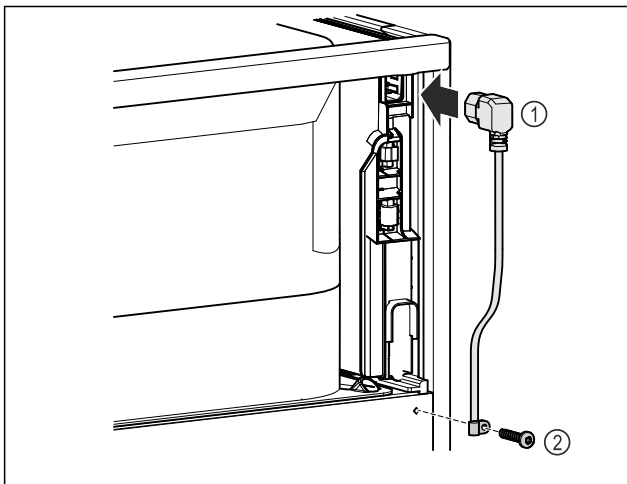

Fig. 8
- ▶ Au dos de l'appareil, brancher la prise pour appareil froid du câble d'alimentation Fig. 8 (1).
- ▶ Monter le serre-câble. Fig. 8 (2)